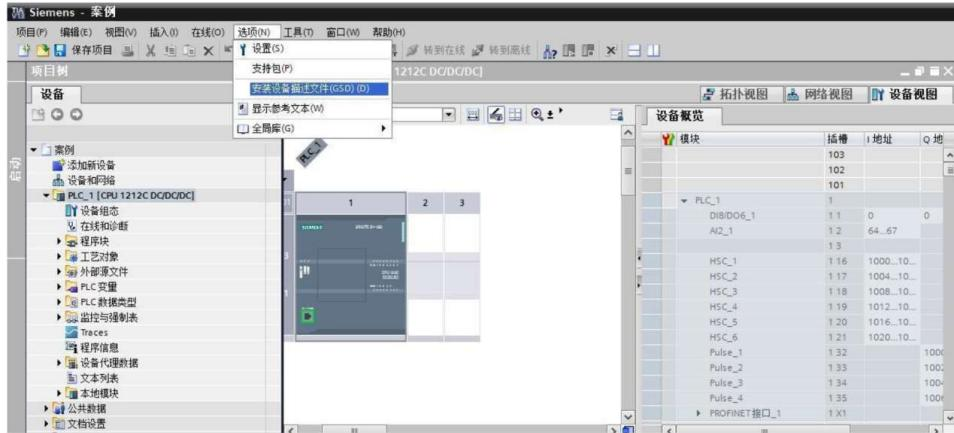
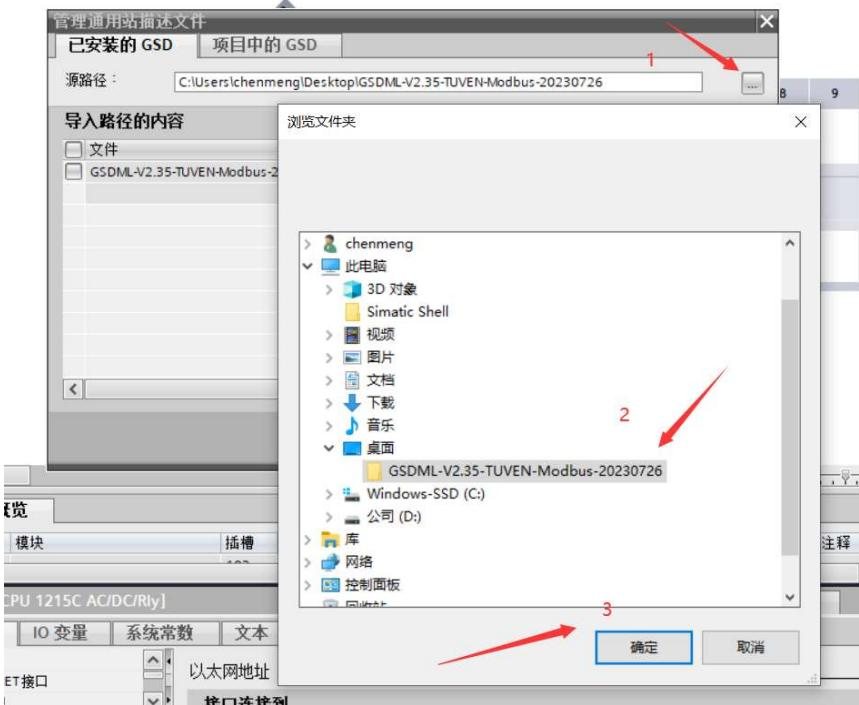

图 4-1
图 4-2
Step1: 根据图 4-1 所示路径, 打开“安装设备描述文件”窗口, 进入图 4-2 所示界面。
Step2: 根据图 4-2 所示步骤, 选择包含 GSD 文件的文件夹, 点击“确定”。即可显示出文件夹中的 GSD 文件, 如图 4-3 所示